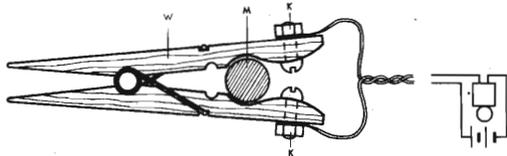

Fig. 373.
Possiamo fabbricare un semplice avvisatore d'incendio, servendoci d'una molletta da bucato (W) (fig. 373). In ognuna delle estremità ricurve della molletta eseguiamo un foro del diametro di 3 mm, attraverso il quale avviammo un buloncino (K) a testa emisferica e sotto ognuno dei dadi serriamo, senza dimenticare di frapportarvi una ranella, un filo conduttore. Fra i due bracci della mollet-